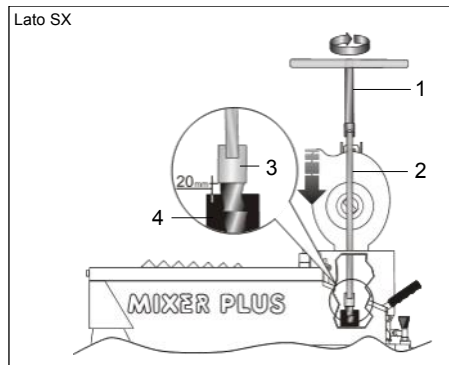

FIG.18 (Inserimento della chiave a "T" nell'asta)
- 7) Con la chiave a "T" (FIG.18-Rif.1) inserita nell'asta (FIG.18-Rif.2), avvitare il rotore (FIG.18-Rif.3), fino ad avere la parte filettata che fuoriesce di circa 20 mm dallo statore (FIG.18-Rif.4);